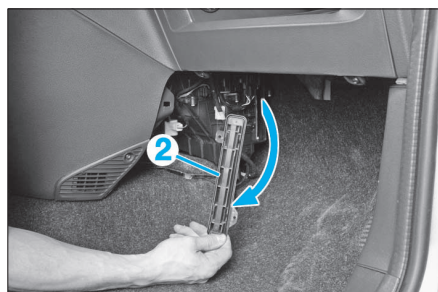

FIG. 5
- Décliper le cache (2) du filtre à air d'habitacle (Fig.5).